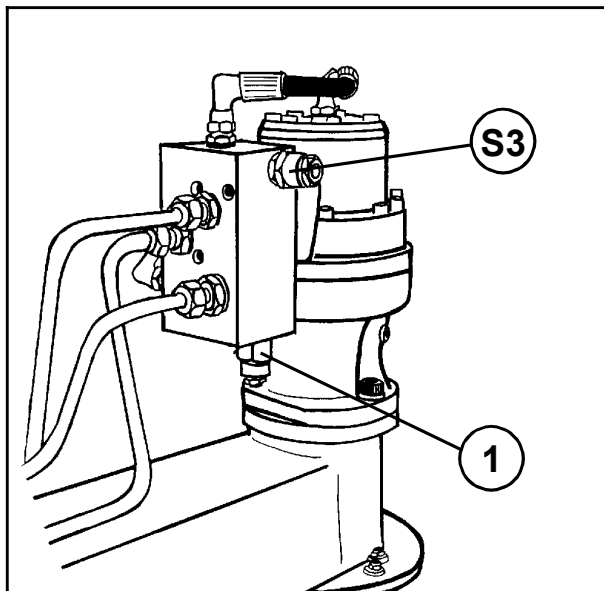

Fig. 13-2
- b) **Sikkerhetsventil på minus-siden.** (S3, fig.13-2).
- b) Sjekk ventil 1. (Se fig. 13-2). Skru helt inn og test. Juster til ønsket kraft.
- c) Sikkerhetsventilen, (S3), kan være utett, slik at oljen går forbi sveivmotoren. (Se fig.13-2). Demonter og prøv om sleiden kan beveges fritt.